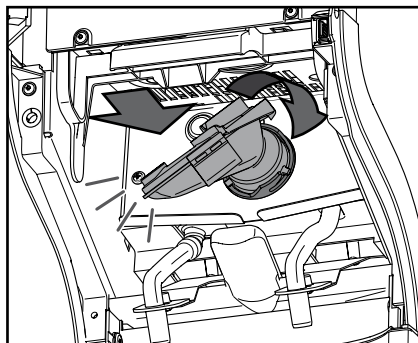

图 40
8. 将带密封圈的混合筒重新放入，并按顺时针方向旋紧。(图 40)